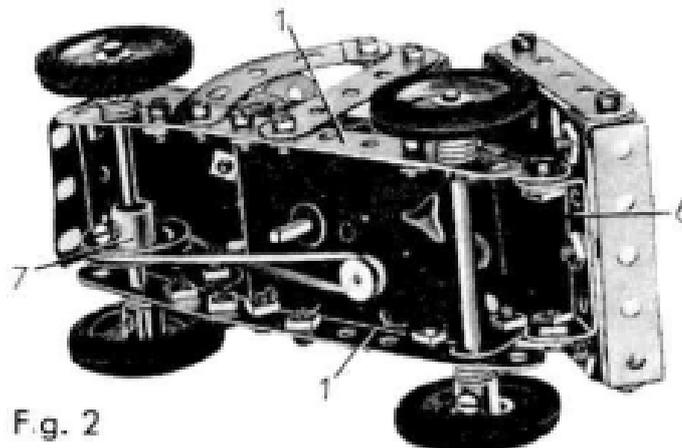

Fig. 2
Le châssis du camion est formé de deux bandes de 11 trous (1) boulonnées sur les rebords d'un moteur Magic (fig. 2). Une autre bande de 11 trous (2) est fixée au-dessus de chaque bande (1) par des supports plats placés à 3 trous de leurs extrémités avant. Les bandes (2) sont réunies à l'avant par une bande coudée de 38×12 mm. Une plaque flexible de 6×4 cm. est boulonnée sur la bande coudée et cintrée pour former à la fois la calandre et le dessus du capot. Deux bandes de 3 trous (3) sont réunies sur cette plaque pour indiquer la base du pare-brise. Chaque côté du capot est une plaque flexible triangulaire de 6×4 cm. boulonnée sur la bande (2). L'angle supérieur des plaques triangulaires est incurvé et rabattu sur le capot où il est tenu en place par une rondelle passée sur un boulon. (4).
La benne est un cadre formé de deux bandes de 5 trous réunies par deux bandes coudées de 60×12 mm. Les boulons qui assemblent ces pièces fixent également deux autres bandes coudées de 60×12 mm. dont l'une apparaît en (5). Le fond de la benne est une plaque flexible de 6×6 cm. fixée sur les bandes coudées (5). Une bande coudée de 38×12 mm. (6) est boulonnée à l'arrière de la benne (fig. 2). Les rebords de la bande (6) sont articulés à l'aide de